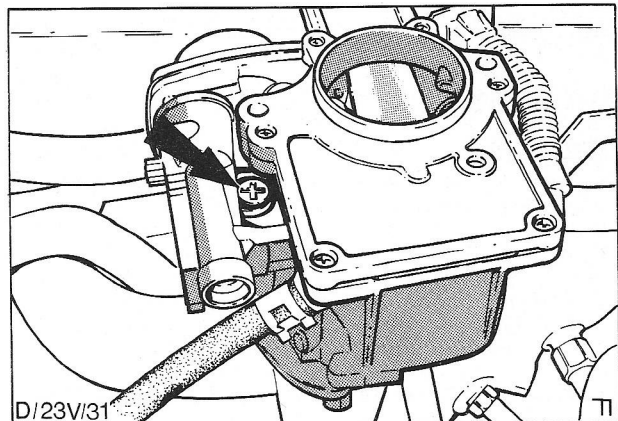

Fig. 66 Verzegelingsplug die voor het afstellen van het chokemengsel verwijderd moet worden.
- i) Verwijder voorzichtig de verzegelingsplug m.b.v. een schroevendraaier met dun bled. De plaats van de plug is in Fig. 66 aangegeven.
- ii) Kijk door het gat waaruit de plug werd verwijderd, Fig. 66, en verdraai de chokebedieningsarm tot de boring in de centrale as correspondeert met het gat in het chokehuis.
- ii) Kijk door het gat waaruit de verzegelingsplug werd verwijderd (zie punt 5 en Fig. 66) en verdraai de chokebedieningsarm tot de boring in de centrale as correspondeert met het gat in het chokehuis.
- vii) Verwijder het boortje en monteer een nieuwe verzegelingsplug in het gat van het chokehuis. Zie Fig. 66.